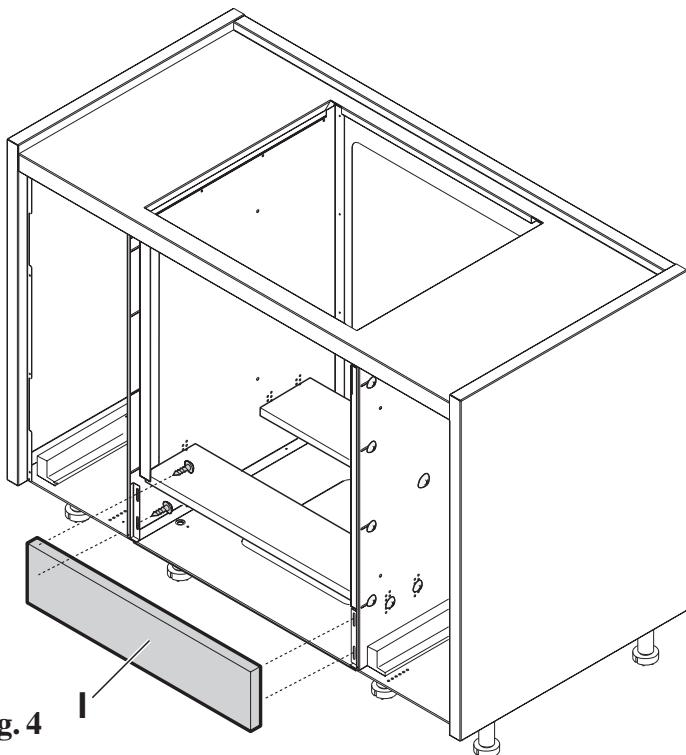

Fig. 4
- c. Ripetere le stesse operazioni **a,b. Fig. 4**